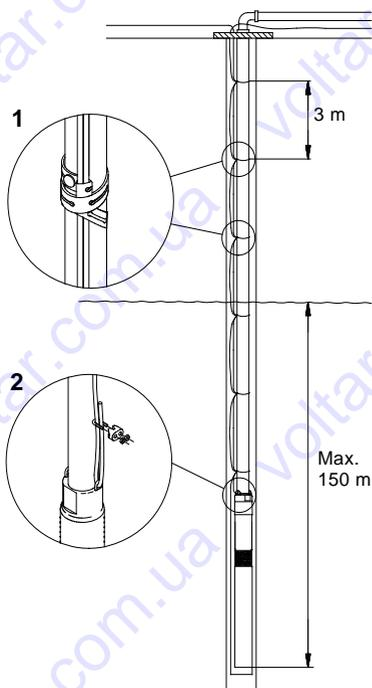

Fig. 11
Fig. 11 visar en pumpinstallation med upplysning om:
Kabelklammer skall användas var 3:e meter, se fig. 11.
**Max.** installationsdjup under statisk vattenspegel: 150 m, se fig. 11.
Det rekommenderas att säkra pumpen med en avlastad vajer, se fig. 11, pos. 2.